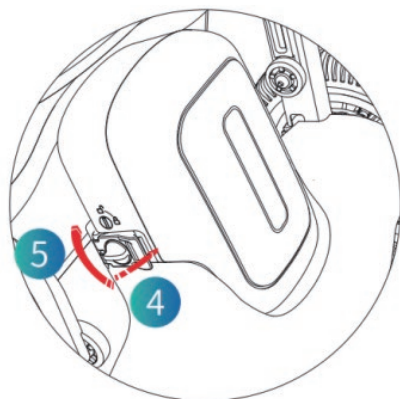

Abbildung 4.6.2.3
(3) Schließen Sie in Schritt 3 den linken Batterieverschluss manuell und drehen Sie den linken Knopf des Batteriefachs mit dem linken Knopf in die verriegelte Position. (Wie in Abbildung 4.6.2.3 dargestellt)